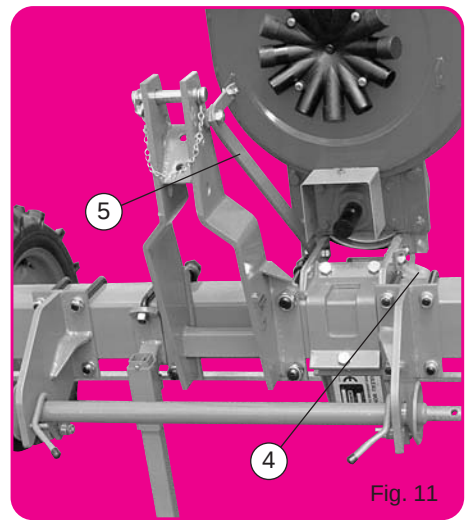

Fig. 11
Avec attelage semi-automatique s'assurer que le taquet ③ n'accroche pas, lors des manœuvres, le tracteur ou l'outil de préparation placé à l'avant du semoir. Pour adapter le semoir à la voie du tracteur, l'attelage ordinaire peut être monté en déport d'1/2 inter-rangs (fig. 11). La boîte de distances se place alors à gauche de l'élément central. Supprimer dans ce cas un des paliers ④ et n'utiliser qu'un seul tirant ⑤.
To mount the planter in line with the tractor the standard hitch can be mounted and off-set at half the interrow spacing (fig. 11). The gearbox is then placed to the left of the central metering unit. In that case remove one of the bearing holders ④ and use only one tie strap ⑤.
Um das Dreipunktgestänge seitlich verschieben zu können, wird das Getriebe links vom zentralen Element angeordnet (Abb. 11). In diesem Fall ist der Lagerhalter mit Lager ④ abzubauen und nur eine Strebe zum Dreipunktbock einzusetzen ⑤.
Для установки сеялки на одной линии с трактором устанавливается стандартное сцепное крепление и смещается на половину междурядного расстояния (рис. 11).